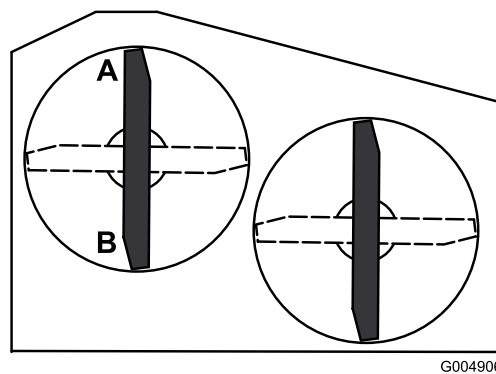

Bild 60
- Stellen Sie ein Messer in Längsrichtung. Messen Sie an den Stellen **A** und **B** von einer ebenen Oberfläche bis zur Schnittkante der Messerspitzen (Bild 60).